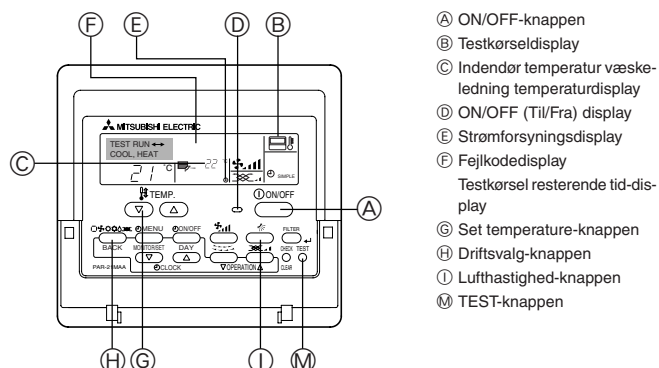

Fig. 7-1
7.2.1. Med ledningsforbundet fjernbetjening (Fig. 7-1)